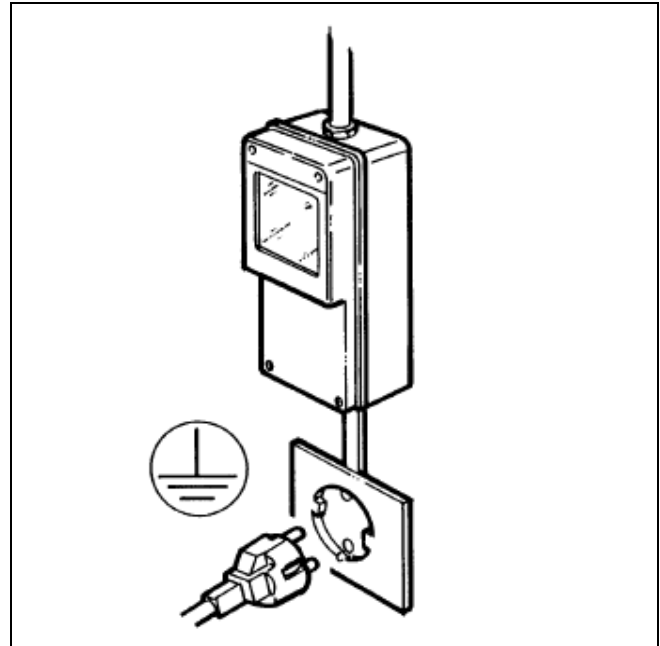

Fig. 15
- Asegurarse de que la conexión sea realizada a una instalación dotada de una eficaz toma de tierra como está previsto por las normativas de seguridad vigentes (fig.15). El fabricante no puede, por lo tanto, ser considerado responsable por eventuales daños causados por la falta de toma de tierra de la instalación.
- Es indispensable, para una correcta y segura instalación, preparar una adecuada toma ordenada por un interruptor magnetotérmico con distancia de apertura de los contactos igual o superior a 3mm, conforme con las normativas de seguridad nacionales vigentes (fig.15).